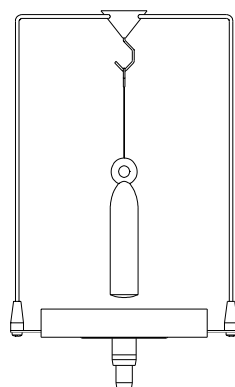

Abb. 1
2. Glaskörper an den Unterflurhaken hängen und «SET» drücken (Abb. 1).